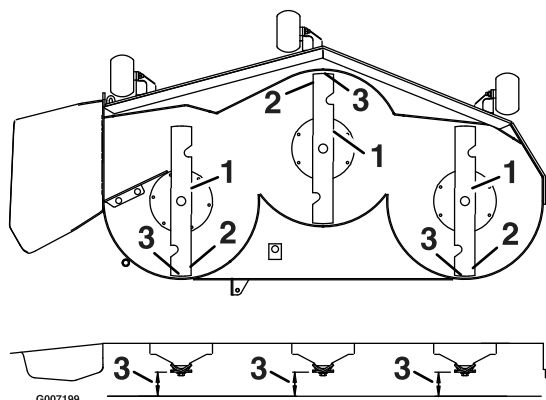

Figura 70
3. Rode cuidadosamente as lâminas para que estejam da frente para trás (Figura 70).
4. Meça da ponta da lâmina da frente até à superfície plana e da ponta da lâmina de trás até à superfície plana (Figura 70). Se a parte da frente da lâmina não estiver 1,6-7,9 mm mais baixa do que a ponta da lâmina de trás, continue a realizar o procedimento de Nivelamento da plataforma do cortador.